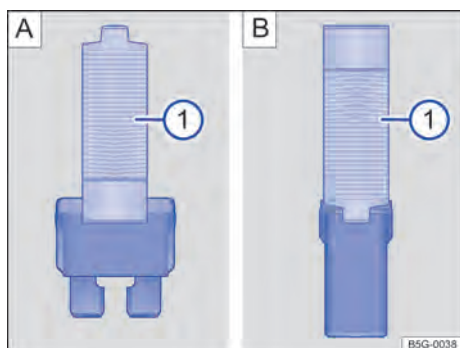

Fig. 224 Retirar ou colocar o fusível com a pinça de plástico: **A**) fusível plano, **B**) fusível de bloqueio.
- Conforme o modelo de fusível, colocar um grampo adequado da pinça de plástico pela lateral sobre o fusível → Fig. 224 **A** ⓘ ou → Fig. 224 **B** ⓘ.